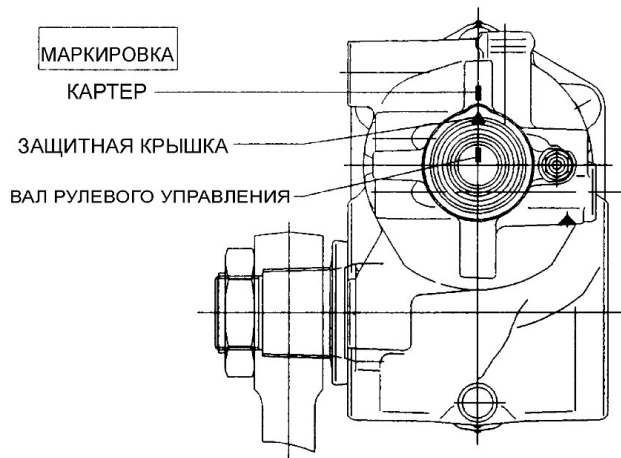

Рис. 6.26. Маркировка
4. Повернуть рулевое управление в среднее положение – половина общего количества оборотов рулевого колеса, при этом должны совпасть маркировки (см. Рис. 6.26) на вале рулевого управления, защитной крышке и картере.